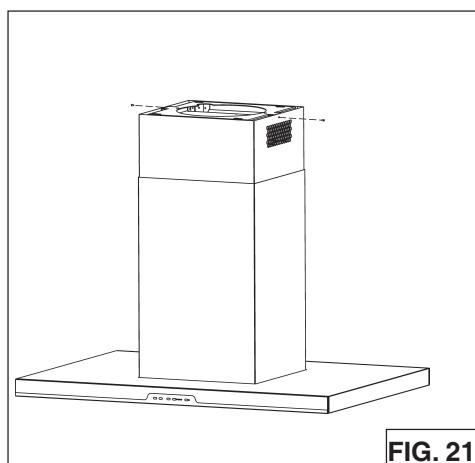

FIG. 21
1. Bajar el **conducto inferior** en su lugar (Fig.21).